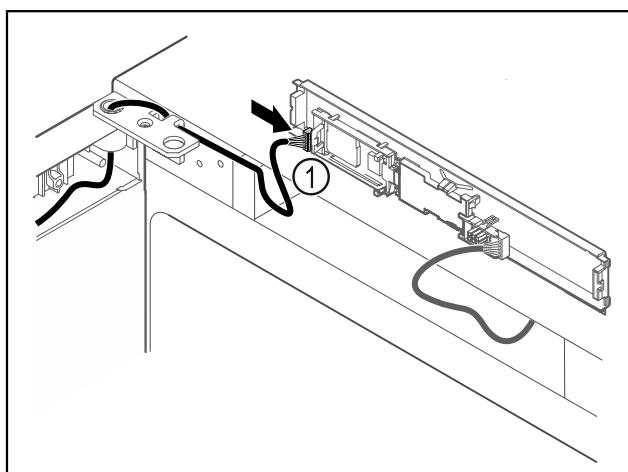

Fig. 64
- Включете щекера Fig. 64 (1) на платката.